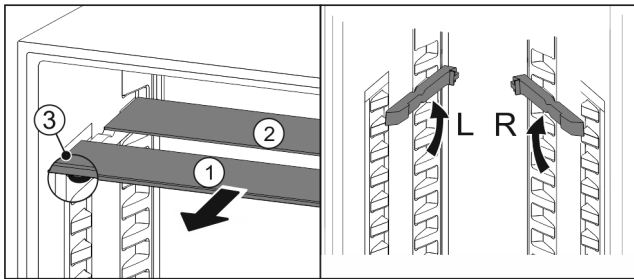

Fig. 53
- ▶ Glasplaten afzonderlijk vanaf de voorkant eruit trekken Fig. 53 (1).
- ▷ Glasplaat Fig. 53 (1) met sierlijst ligt voor.
- ▷ Stops Fig. 53 (3) zijn naar onder gericht.